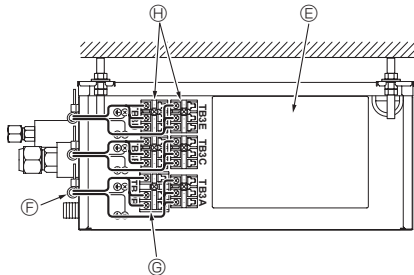

Fig. 9-3
4. Fastgør hvert enkelt kabel med en klemme. (Fig. 9-3)
5. Fastgør hvert kabel til den korrekte klemrække. (Fig. 9-3)